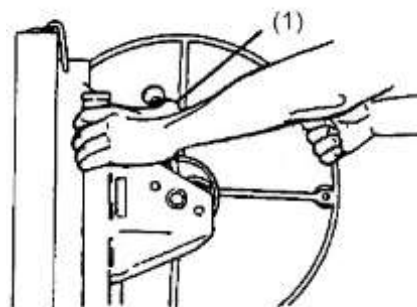

Figure 3
- b. Soulevez complètement le bras de frein vers le haut. Empoignez la roue du treuil tout en tenant le bras de frein fermement avec votre pouce afin que la roue ne se tourne pas vers l'arrière **(1)** (Fig. 3).